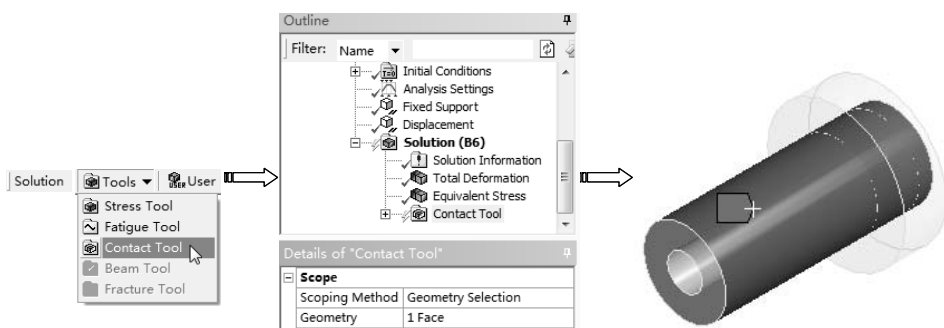

图 8-84 启动接触工具
4) 在【Outline (分析树)】中选择【Solution (B6)】节点，单击【Environment】工具栏上的【Tools】|【Contact Tool】命令，在【Solution】下增加【Contact Tool】节点，选择如图 8-84 所示的表面作为接触分析表面。